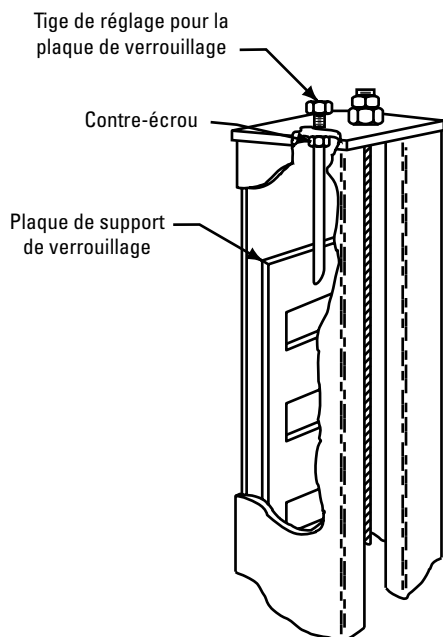

Fig. 31
- I. Toujours vérifier le niveau des chemins de roulement pour s'assurer que les quatre plaques de verrouillage sont bien réglées. Commencer par le point "A" et vérifier le niveau des points "B", "C" et "D", Fig. 31. Rerégler au besoin.
- J. Pour compléter les procédures de mise à niveau, serrer chaque contre-écrou de la plaque de verrouillage, fermement contre le bas de la plaque supérieure de la colonne, Fig. 31.